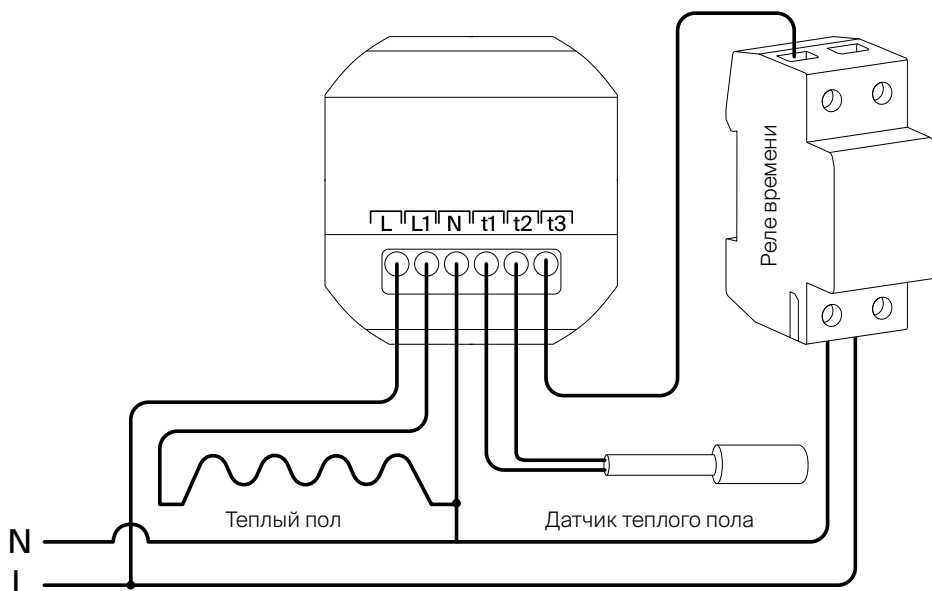

Рис. 7
1. Вывод проводов термодатчика (не входит в комплектацию). По монтажу (см. рис. 7 «Схема подключения»)
2. Вывод силовых проводов нагревательного мата (см. рис. 7 «Схема подключения»)
6. Подключение нагревательного мата и терморегулятора производить согласно схеме подключения (см. рис. 7 «Схема подключения»).